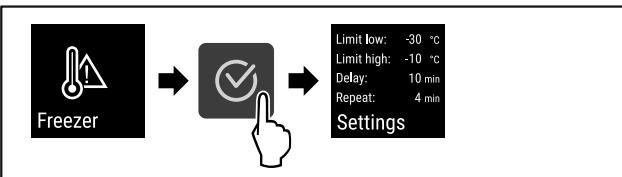

Fig. 138
- Følg anvisningene (se Fig. 138) .